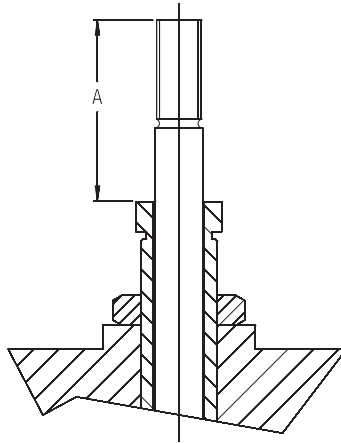

Figura 04
- 8.1.3** Anote la dimensión A, conforme Figura 04, esta información será necesaria para, posicionar el Tornillo de regulación (24) cuando